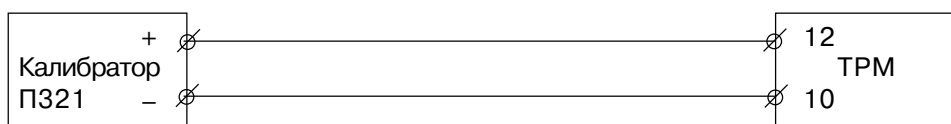

Рис. 3
6.4.4. Для определения погрешности измерения ТРМ, работающих с унифицированными токовыми сигналами (модификации ТРМХ-Х.10..., ТРМХ-Х.11...) подключить его вход к калибратору в соответствии со схемой, приведенной на рис. 3.
7.4.1. Подключить к входу прибора калибратор токов в соответствии со схемой, приведенной на рис. 3. Подать питание на прибор и установить выходной ток калибратора равным 20,00 мА.